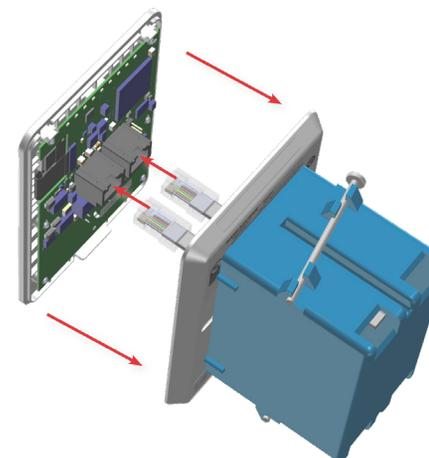

図5. イーサネットケーブルの接続
5. 図5を参照してください。イーサネットケーブルをフロントパネルの適切なポートに差し込みます。